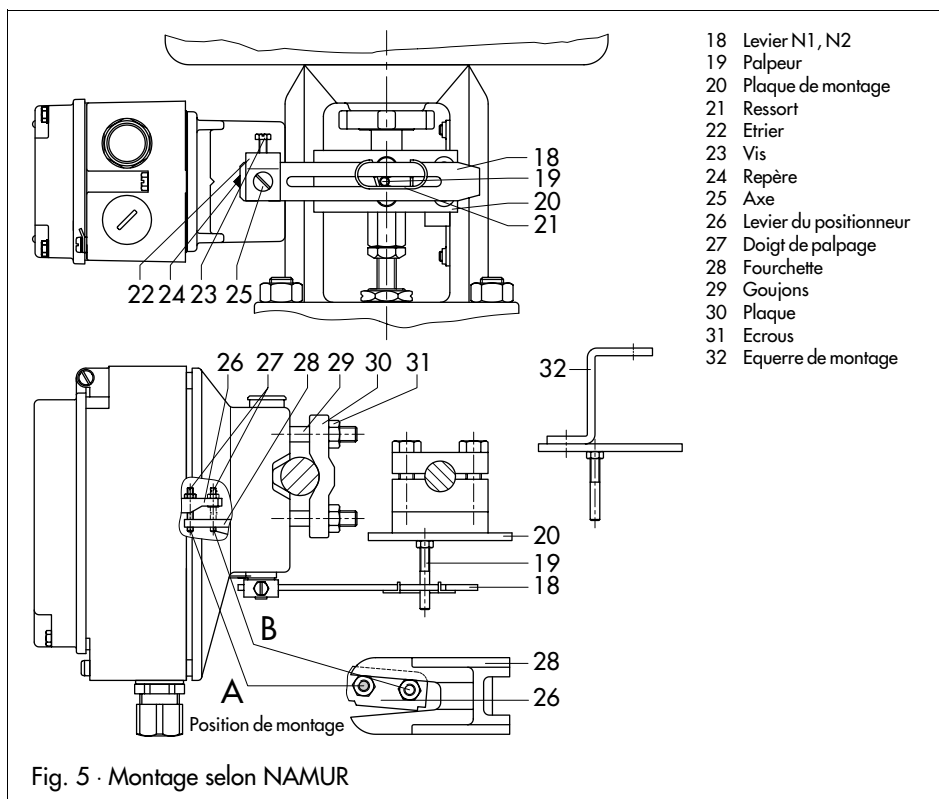

Fig. 5 · Montage selon NAMUR
## 2.2 Montage NAMUR (fig. 5)
Visser le doigt de palp (27) sur le levier de positionneur (26) du côté opposé aux écrous et bloquer par le contre-écrou 6 pans, déterminer la position **A** ou **B** en fonction du tableau 5 et de la fig. 5.
| Jeu de montage NAMURPièces voir fig. 5                |                   | Vanne à arcade moulée                                |             | 7,5 à 60                          | N1 (125 mm) | 1400-6787    |